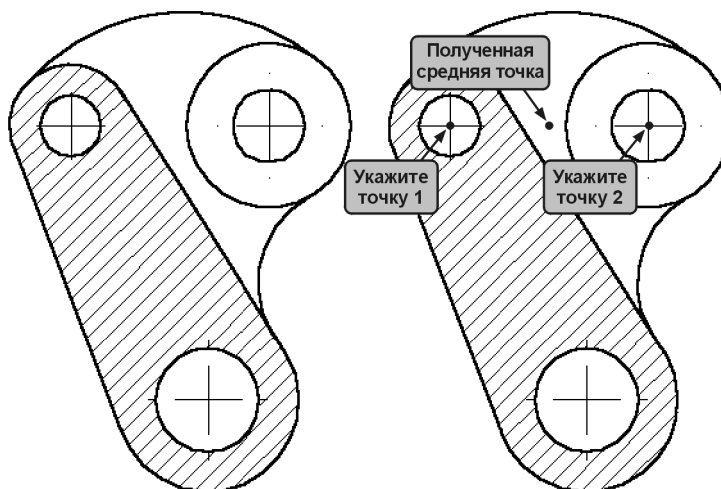

Рис. 14.8. Определение середины расстояния между объектами
4. Укажите мышью два центра окружностей, как это показано на рис. 14.8.